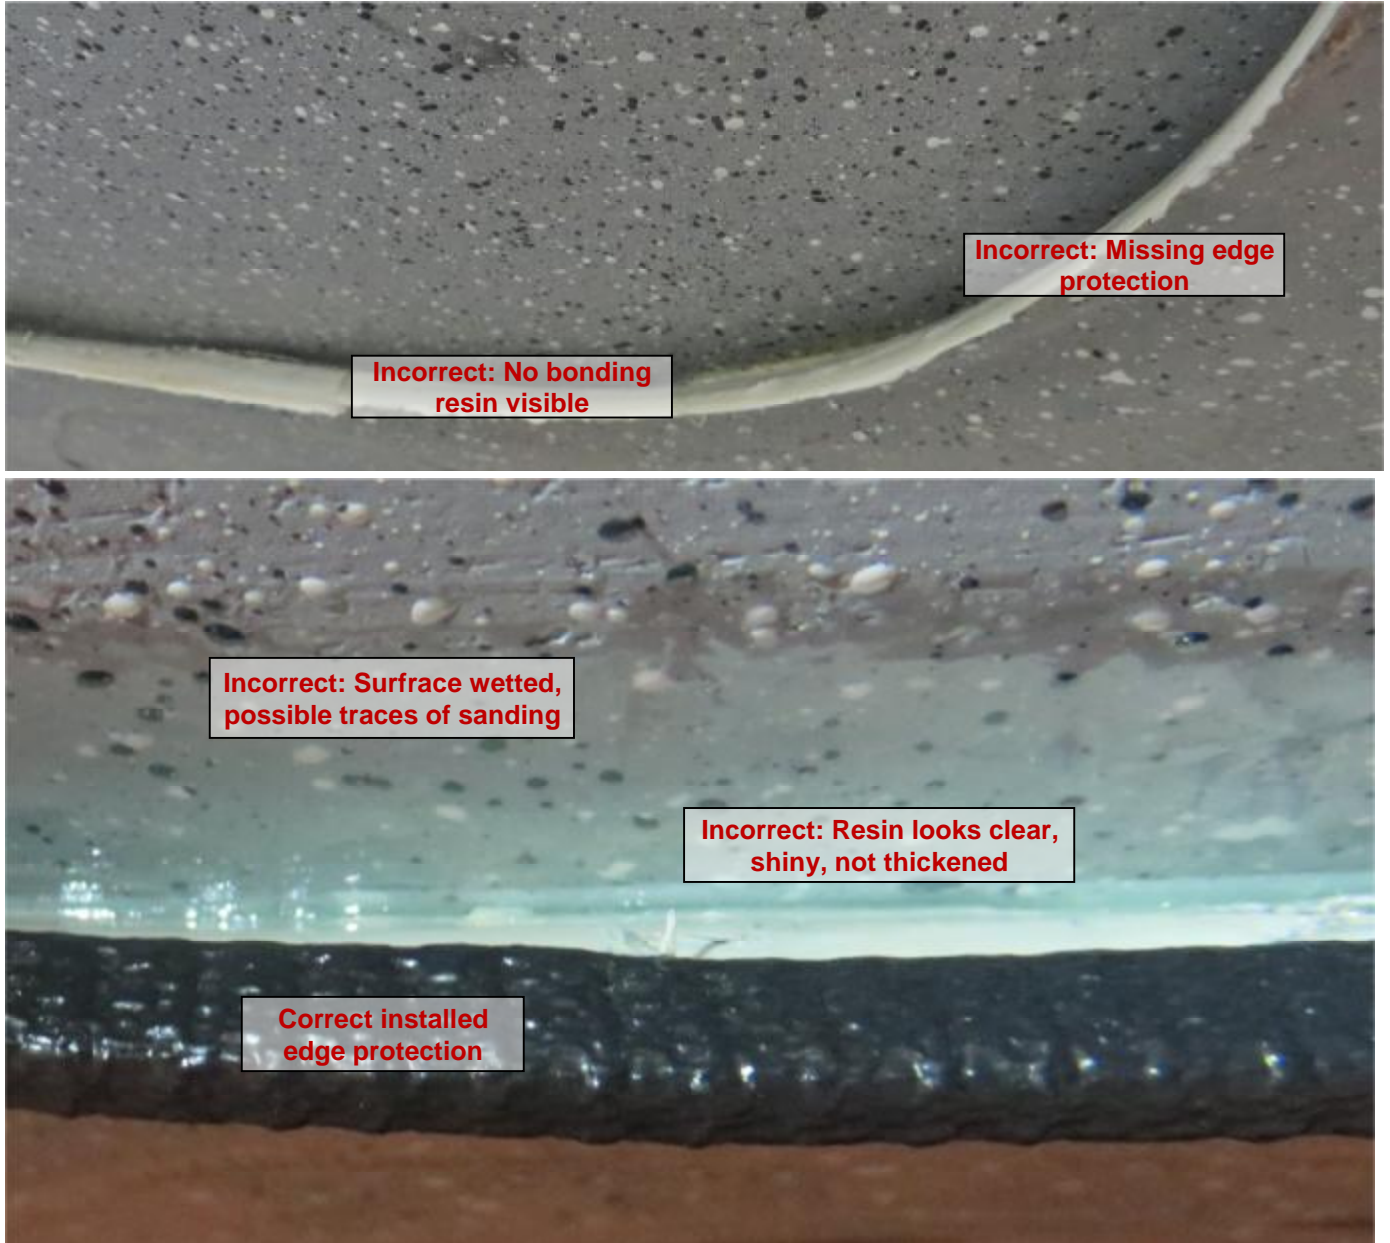

Fig. 4 – Sample view a **wrong** installation showing examples of the listed details
**Wrong** installation of the extraction hatch is given when any one of the following listed aspects is identified (see Fig. 4):
*Der falsche Einbau ist an den folgenden Punkten zu erkennen – siehe Fig. 4:*